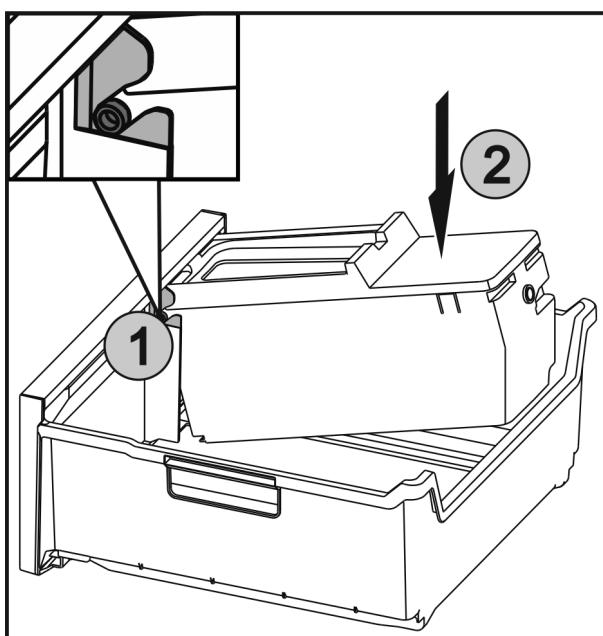

Fig. 45
- ▶ Вставить оси Fig. 45 (1) на EasyTwist-Ice в направляющие и вдавить заднюю сторону Fig. 45 (2) до фиксации накладки.